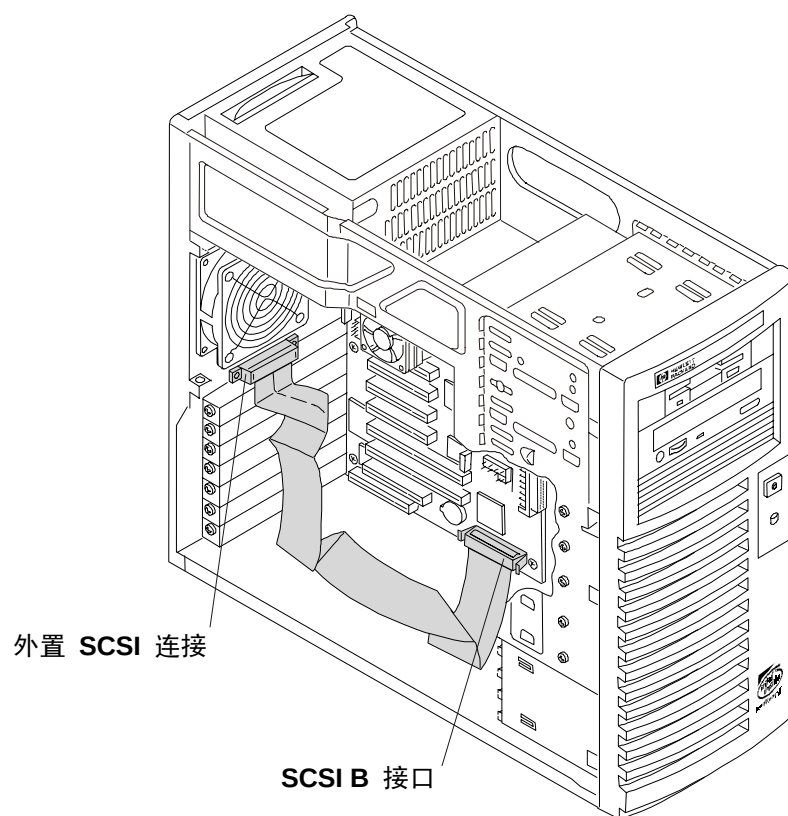

图 3-9. 连接外置 SCSI 电缆
3. 将电缆从 SCSI 通道 B 接口沿着机箱底部边缘连接至机箱的后端。请参见图 3-9。